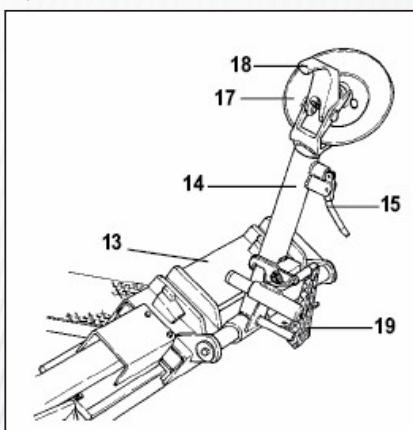

Рисунок 22
3) Убедитесь в том, что съемный рычаг находится с боковой стороны колеса. Если нет, нажмите на рычаг 19 (рис.22) и поверните его на 180°.
1) Установите кронштейн съемного рычага 14 (рис.22) в не рабочее положение. Подведите его к внешней стороне колеса и установите рычаг.
7) Убедитесь в том, что съемный рычаг установлен на боковой стороне колеса. Если нет, нажмите на рычаг 19 (рис.22) и поверните его на 180°.
12) Рукояткой 19 (рис.22) поверните съемный рычаг на 180°.
21) Установите кронштейн съемного рычага 14 (рис.22) в рабочее положение.
3) Опускайте кронштейн зажимного устройства 14 (рис.22), пока оно не зафиксируется в нужном положении.
8) Отведите кронштейн съемного рычага 14 (рис.22) от обода. Отпустите рукоятку и установите кронштейн в не рабочее положение.
9) Нажмите на рычаг 19 (рис.22) и поверните лапку съемного рычага на 180°, которая при этом автоматически зафиксируется. Установите кронштейн в рабочее положение.